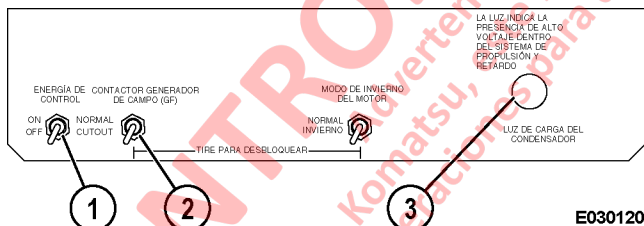

FIGURA 3-1. PANEL DE VISUALIZACIÓN DE INFORMACIÓN
6. Ubique el interruptor de corte del GF (2, Figura 3-1) en el panel de acceso, al lado izquierdo del gabinete de control principal y colóquelo en la posición de CORTE. Esto evitará que el alternador vuelva a energizarse y genere voltaje en el sistema hasta que el interruptor vuelva a su posición original.